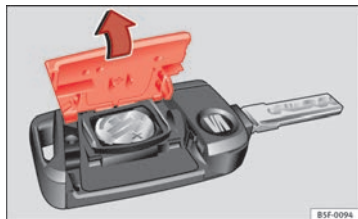

Fig. 48 Chave do veículo:
- Retire a tampa na parte traseira da chave do veículo ⇒ Fig. 48 na direcção da seta ⇒ ❶.
- Coloque a tampa na carcaça da chave do veículo, pressionando-a tal como se mostra ⇒ Fig. 48, no sentido contrário ao da seta, até que encaixe.